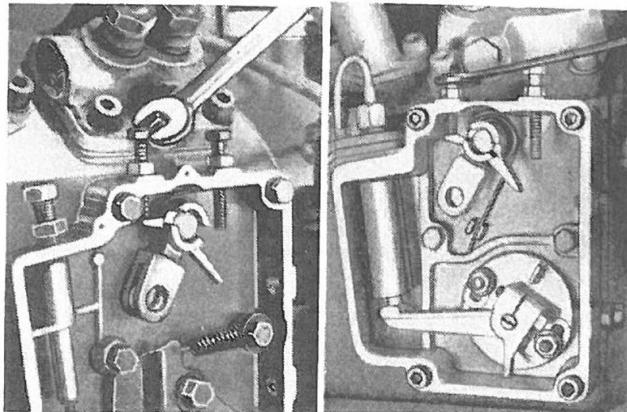

Fig. 107
- Registrare a mezzo della vite di sinistra sulla scatola il regime minimo a 900/950 giri/1' (Fig. 107).
1. Through left adjusting screw on throttle housing adjust low idle speed at 900/950 r.p.m. (Fig.107).
- Régler à l'aide de la vis de gauche sur le boîtier le ralenti à 900/950 t/m (fig.107).